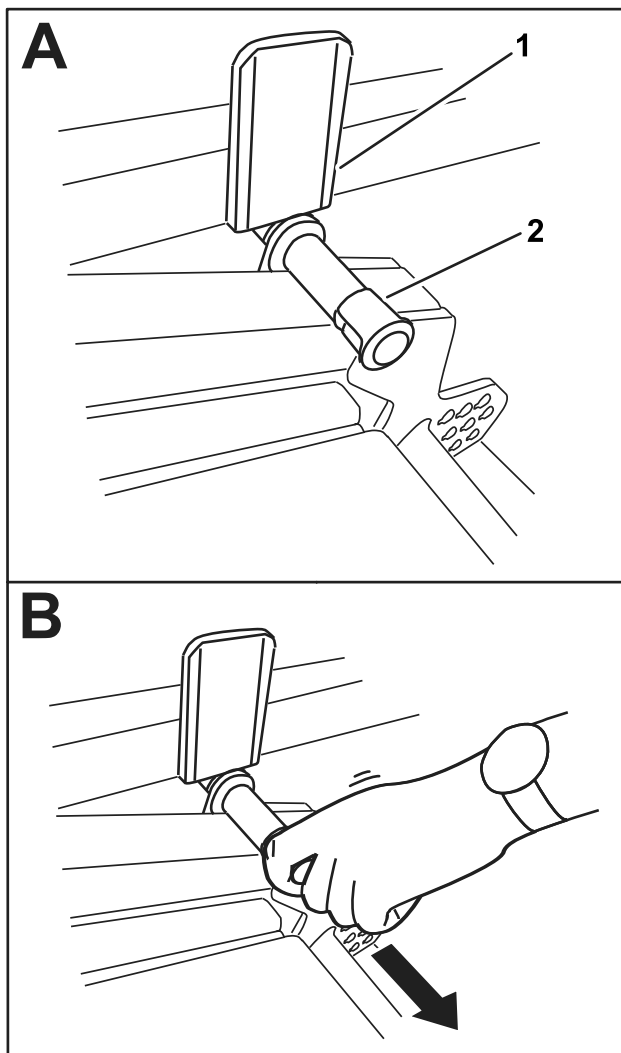

Figura 42
- Gire la unidad de corte lentamente hacia abajo hasta que el pasador entre en contacto con la placa del brazo de elevación (A en la Figura 42).
3. Presione hacia abajo con el pie sobre la unidad de corte, luego tire hacia fuera del pasador (B en la Figura 42) para dejar que la unidad de corte se asiente en la posición de TRANSPORTE.